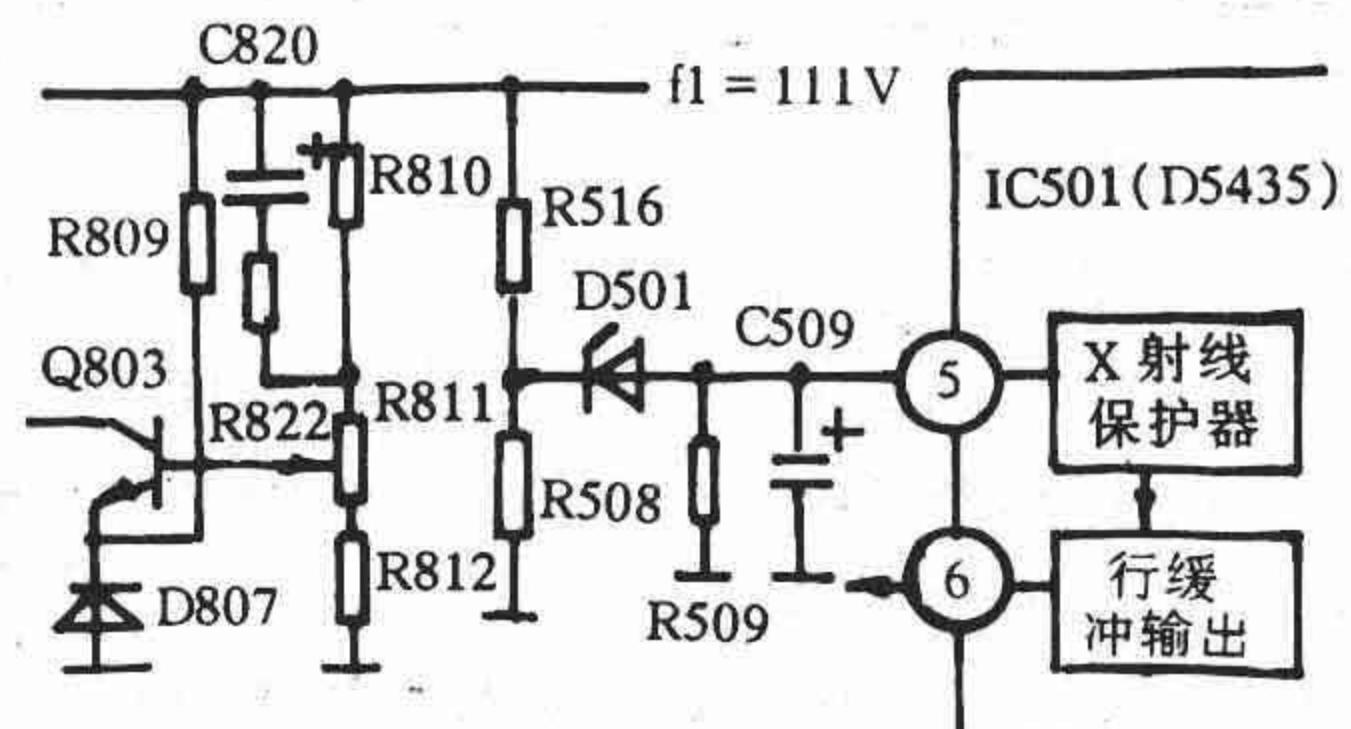

图 2 熊猫 3631A 彩电电源取样电路原理图
分析与检修: 根据故障现象, 怀疑保护性关机。测 IC501(D5435)⑤脚(X 射线防护端)电压, 发现由正常的 0 V 上升至 3 V 而关机。断 IC501 ⑤脚外接 DS01 稳压管, 音大不再关机, 确定为“X 射线”保护关机。但音大时图像忽大忽小变化, 可推测高压在变。监测电源输出电压, 发现 59 V 上升至 67 V, 16 V 上升至 19.8 V, 111 V 上升至 126 V, 调 R811(开关电源取样电压调节电位器), 输出电压无法调小, 但可调高, 说明调整电路没有问题, 故障出在取样电路。由于 Q803 基极电压调不到足够电位, 所以输出电压调不低。由此可知, R811 上电位不够高, 即 R810(上偏电阻 39 kΩ)阻值变大, 拆下测量为 59 kΩ, 换 39 kΩ, 调 R811 后故障被排除(见图 2 所示)。